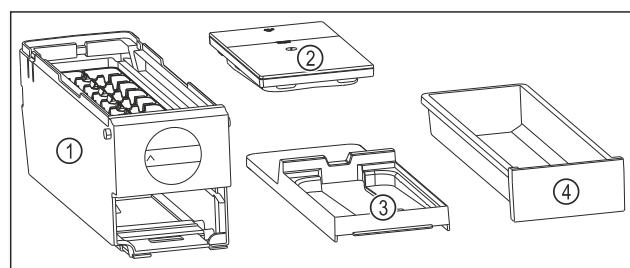

Fig. 160 Bestandteile des EasyTwist-Ice
- EasyTwist-Ice ist in vier Teile zerlegt. (siehe Fig. 160)
- EasyTwist-Ice nur in abgebildete Bestandteile zerlegen. (siehe Fig. 160)
- EasyTwist-Ice-Körper Fig. 160 (1) als Ganzes reinigen.